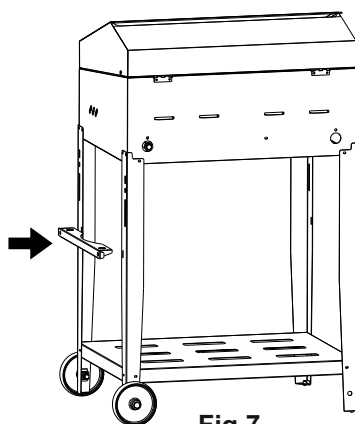

Fig.7
- 5** Luego de colocar las ruedas, gire el Portaparrilla / Carro e inserte el contenedor de garrafa a través de los orificios ubicados en las patas laterales (**Fig. 7**). A continuación, atornille los tensores (no aplica a la parrilla Ponderosa Gas 35) en las patas traseras y en la parte posterior de la parrilla (**Fig. 8**). Luego, fije las patas a la parrilla con tornillos según lo indicado en los DETALLES F, G y H.